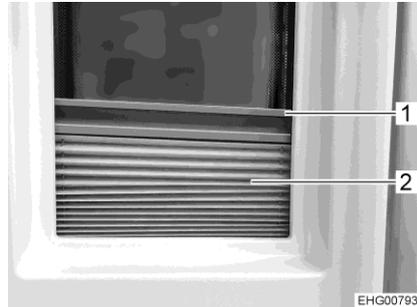

Fig. 59 Tendina oscurante pieghevole
- Afferrare la tendina oscurante pieghevole (Fig. 59,2) per la parte centrale della barra di presa (Fig. 59,1), tirarla dal basso verso all'alto e rilasciarla nella posizione desiderata. La tendina oscurante pieghevole rimane a questa altezza.